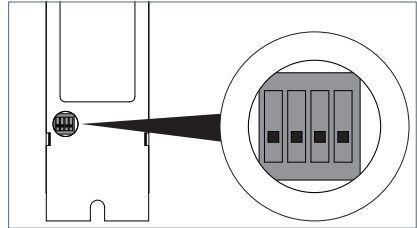

Fig. 28: Position de l'interrupteur DIP pour la fonction Simple Single Control.
- ▶ Réglez les interrupteurs DIP n° 1, n° 2 et n° 3 sur la position « OFF », voir Fig. 28.